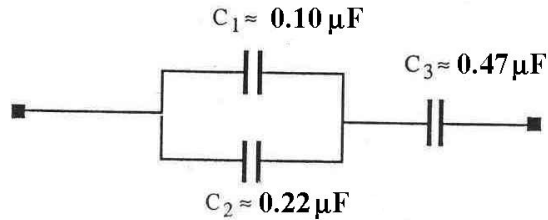

Figure 4: Combinaison mixte de condensateurs.
1. En utilisant le panneau de circuit électrique, branchez les trois condensateurs dans une combinaison en série et parallèle comme à la Figure 4.